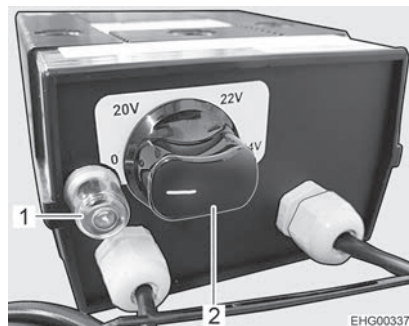

Bild 179 Reglage för elektrisk golvvärme
- Ställ vridregulatorn (Bild 179,2) på önskad värmeeffekt.
**Stäng av:** ■ Ställ vridregulatorn (Bild 179,2) på "0".
Om regulatorn överbelastas aktiveras överbelastningsskyddet. Stiftet (Bild 179,1) skjuts ut.
■ Tryck in stiftet (Bild 179,1) på överbelastningsskyddet igen när regulatorn har svalnat.